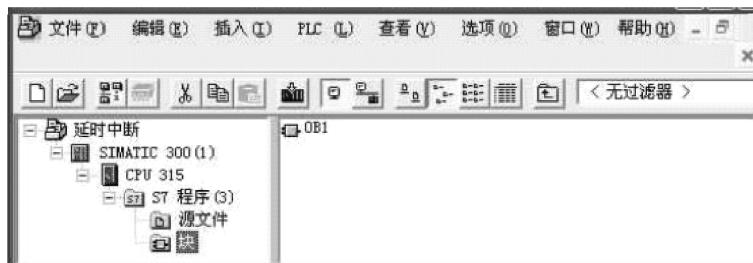
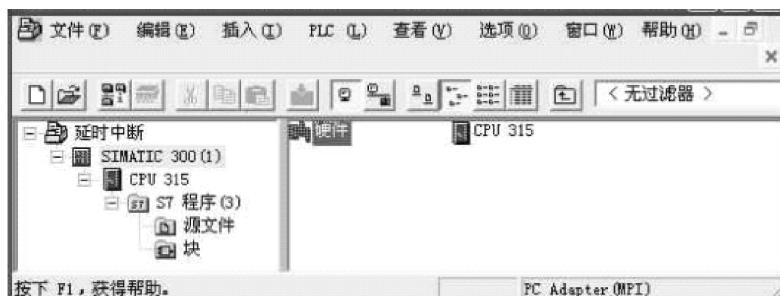

图 5-37 建立完整的项目目录
图 5-38 完成的硬件组态
1) 首先建立完整的项目目录, 如图 5-37 所示, 再完成硬件组态并编译保存, 如图 5-38 所示。